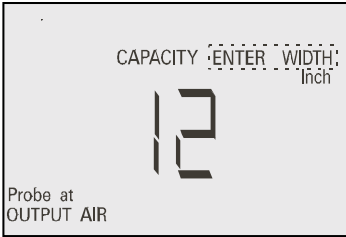

Fig. 13
5.5.3 « ENTER WIDTH » (entrer la largeur) s'affichera en clignotant sur l'écran LCD. (Fig. 13)